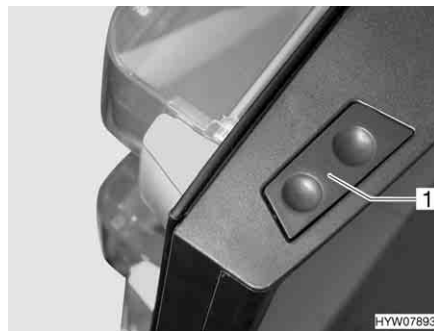

Bild 211 Entriegelungstaste der Kühlschrankschranktür (Dometic 8er-Reihe)
- Die Entriegelungstaste (Bild 211,1) drücken und die Kühlschrankschranktür öffnen.